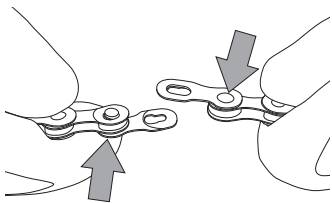

Fig. 7
- Inserite ciascun perno della C-Link™ nei due fori liberi delle maglie interne della catena (Fig. 7).